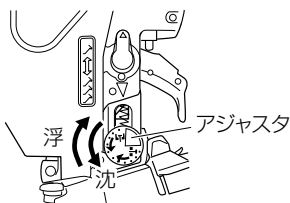

図 19
- 試し打ちして、釘が沈みすぎるときはアジャスタを浮く方 (マーク ) に回します。釘の頭が浮くときはアジャスタを沈む方 (マーク ) に回します (図 19、20)。アジャスタは 1 回力チツと回るとに 0.5 mm 移動します。